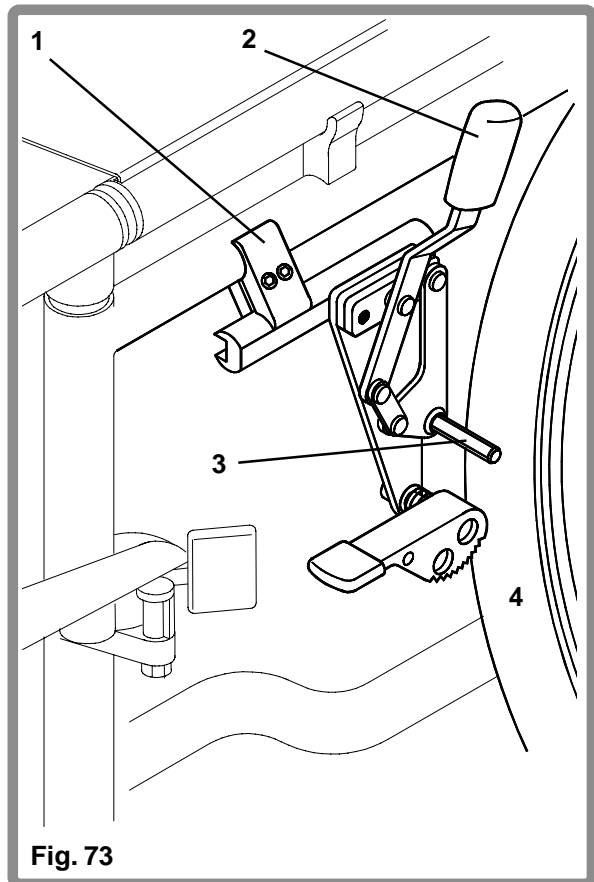

Fig. 73
Een hoog gemonteerd duwmechanisme voor het vergrendelen van knieremmen kan worden gemonteerd (Fig. 73). De knieremmen zijn gemonteerd op een klemsysteem (1) en zijn correct in de fabriek ingesteld. Om de knierem te gebruiken moet de bedieningshefboom (2) gewoon naar voren worden gedruwd totdat u ze over het middelpunt voelt gaan, en de rempen (3) contact maakt met de band (4).